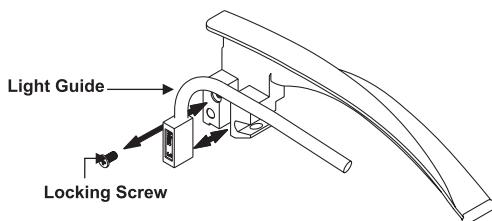

Fig 4
Nel Gima Green i fusti delle lame a fibre ottiche sono amovibili e intercambiabili con una lama delle stesse dimensioni. Svitando la vite di bloccaggio laterale come mostrato in Fig. 4, si potrà rimuovere la guida di luce per la pulizia, le riparazioni o la sostituzione.
1. Rimuovere la vite di bloccaggio con un cacciavite come mostrato in Fig. 4.
In the Gime Green blades the fiber optic light blades stems are removable and are interchangeable with a same size blade. By unscrewing the locking side screw as shown in Fig. 4, the light guide can be disengaged and removed for cleaning, repairs or replacement. The removable light guide also has the added advantage that it enables quicker and cheaper repair to be performed should the fibers break due to rough use, or need replacing due to natural wastage.
1. Remove locking screw with a screw driver as show in Fig 4.